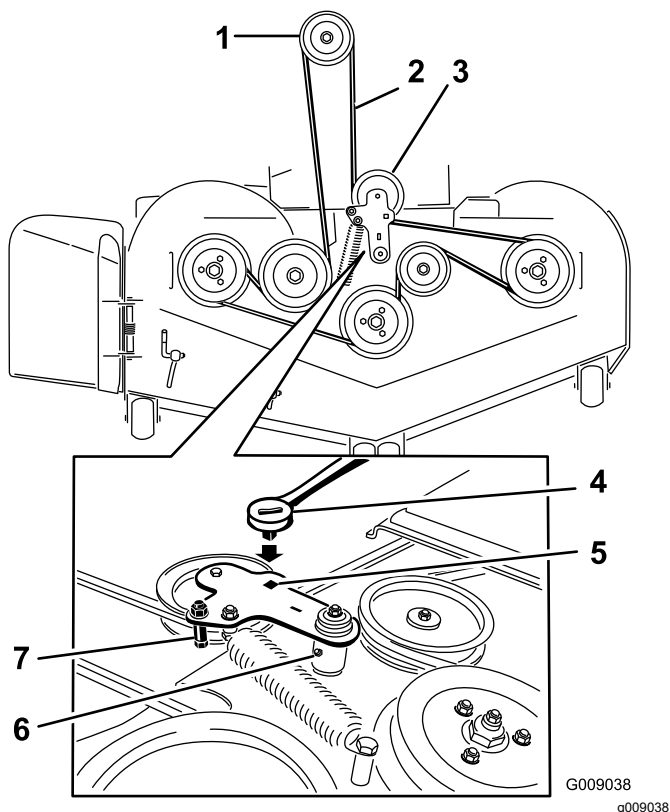

Figure 91
6. Insérez un rochet dans le trou carré du bras de la poulie de tension pour détendre le ressort de la poulie de tension (Figure 91).
8. Enlevez le guide-courroie situé sur le bras de la poulie de tension rappelé par ressort (Figure 91).
10. Acheminez la courroie neuve autour des poulies du tablier de coupe et de la poulie d'embrayage, sous le moteur (Figure 91).
- Montez le guide-courroie sur le bras de la poulie tension (Figure 91).
- Insérez le rochet dans le trou carré et montez le ressort de la poulie de tension (Figure 91).